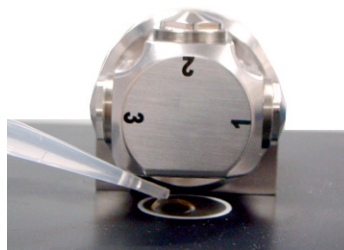

图 10. 将样品放在 DialPath 附件样品安装窗口上
- 2 将少量样品物质放在底部的样品安装窗口上 (参见图 10)。样品安装窗口是直径为 2 mm 的黄色物质，通过四周的金属圆盘固定。